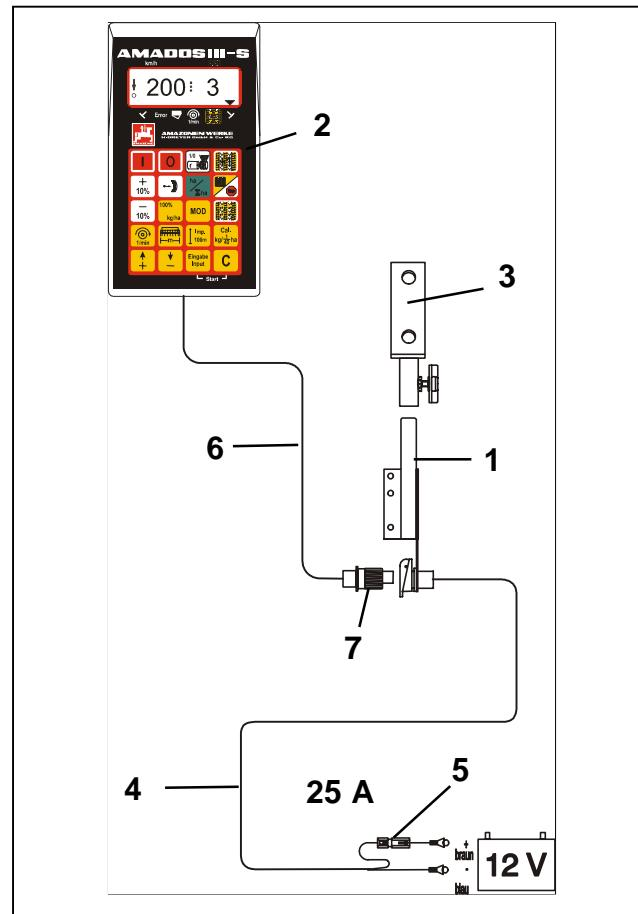

Рис. 7.1
Основной кронштейн (Рис. 7.1/1) необходимо прикрепить к кабине в поле зрения водителя и в досягаемости справа от него, устойчиво и в месте, где имеется электропроводка (удалите краску в месте крепления).
Непременно следите за тем, чтобы корпус компьютера (Рис. 7.1/2) через кронштейн имел проводящее соединение с шасси трактора. В местах монтажа удалите краску.
- Прикрученный к AMADOS III-S держатель (Рис. 7.1/3) наденьте на трубку основного кронштейна и закрепите в нужном положении при помощи барашкового винта.
- Проложите соединительный кабель для аккумуляторной батареи (Рис. 7.1/4) для обеспечения питания и подсоедините непосредственно к аккумулятору трактора (12 В).
- Линейный соединитель (Рис. 7.1/5) с предохранителем (25A) подсоедините к проводке коричневого цвета и соедините с **положительным полюсом** аккумулятора трактора.
- Кабель напряжения (Рис. 7.1/6) AMADOS III-S - соедините с разъемом (Рис. 7.1/7).